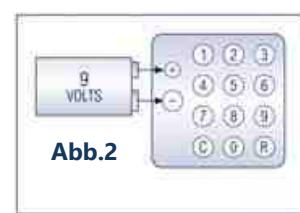

Abb.2
1. Die 9V-Batterie unter Beachtung der Polarität einlegen (Abb. 2) und für die ganze Dauer der nachfolgenden Abläufe in dieser Position belassen;